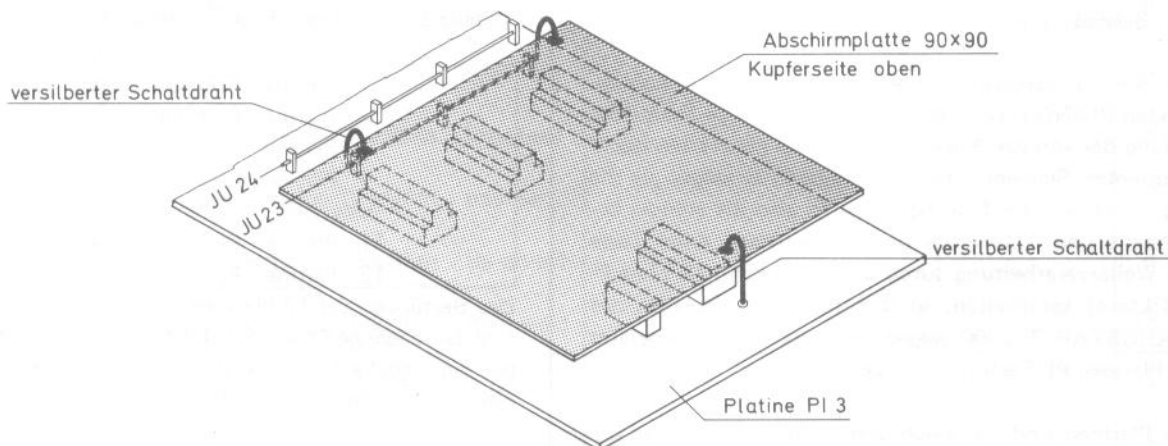

Abb. 29 Abschirmplatte für PI 3
Da diese Steckkarte eine zusätzliche Abschirmplatte (Abb. 29) erhält, gelten folgende Zusatzanweisungen:
- a) Die hochliegende Drahtbrücke Ju 23 an beiden Enden etwa 15 mm über die Lötstifte hinausragen lassen und nach Abb. 29 senkrecht nach oben knicken.
- c) Als letzte Arbeit an dieser PI 3 die 90 x 90 mm große Abschirmplatte auf die eingesteckten ICs 2 bis 5 auflegen und die hochstehenden Drahtenden nach Abb. 29 umknicken und auflöten.